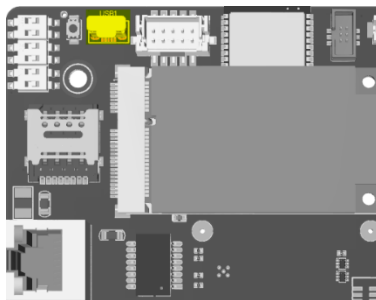

Abb. 1 Position des USB-Steckers
4. Schließen Sie ein Micro-USB-Datenkabel an die Micro-USB-Buchse oben links auf der Hauptplatine an (siehe Abb. 1).